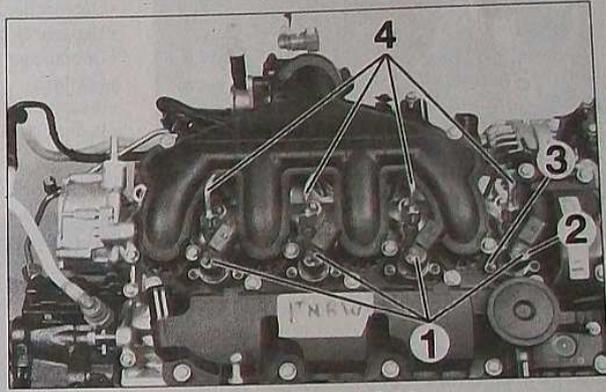

FIG.30
- les canalisations haute pression (4) (Fig.30) (mettre des bouchons sur les canalisations).
- Dévisser les brides (3) des injecteurs (1).
! Les injecteurs sont appariés et le même code de calibration (2) doit être alloué aux 4 injecteurs. Le code se trouve sur le haut de l'injecteur (Fig.30).